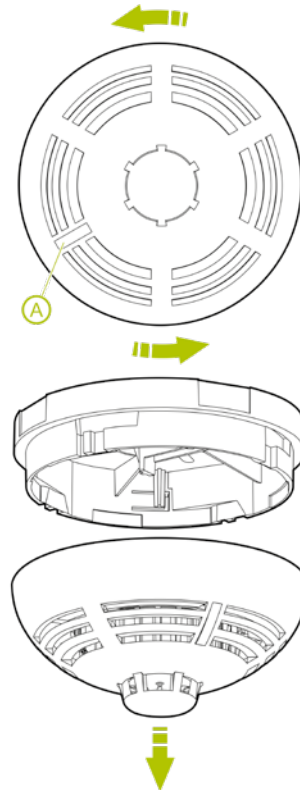

Abb. 23. Öffnen des Gehäuses des Melders MSD-300.
6. Drücken und halten Sie den Test-/ Löschknopf (Abb. 23 – mit der Buchstabe A gekennzeichnet), um sich zu vergewissern, dass der Melder funktioniert. Nach ein paar Sekunden soll ein Alarm ausgelöst werden, der 2 Minuten dauern wird. Er kann jederzeit durch erneutes Drücken des Test- und Löschknopfes unterbrochen werden.